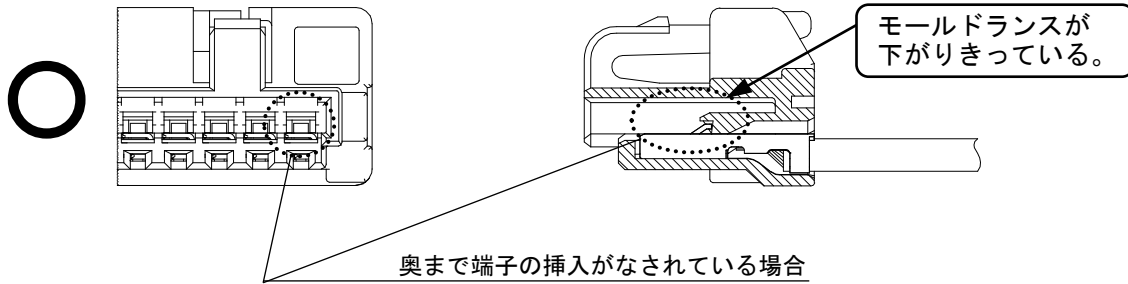

Fig.6-4 正しく装着されている場合
- ⑤ すべての端子の装着後、プラグハウジングのモールドランスを間口より覗き、モールドランス部の位置を確認してください。正しく装着されている場合は、端子ランス部がきちんとモールドランスを乗り越えた位置にあります。(Fig.6-4, 6-5)